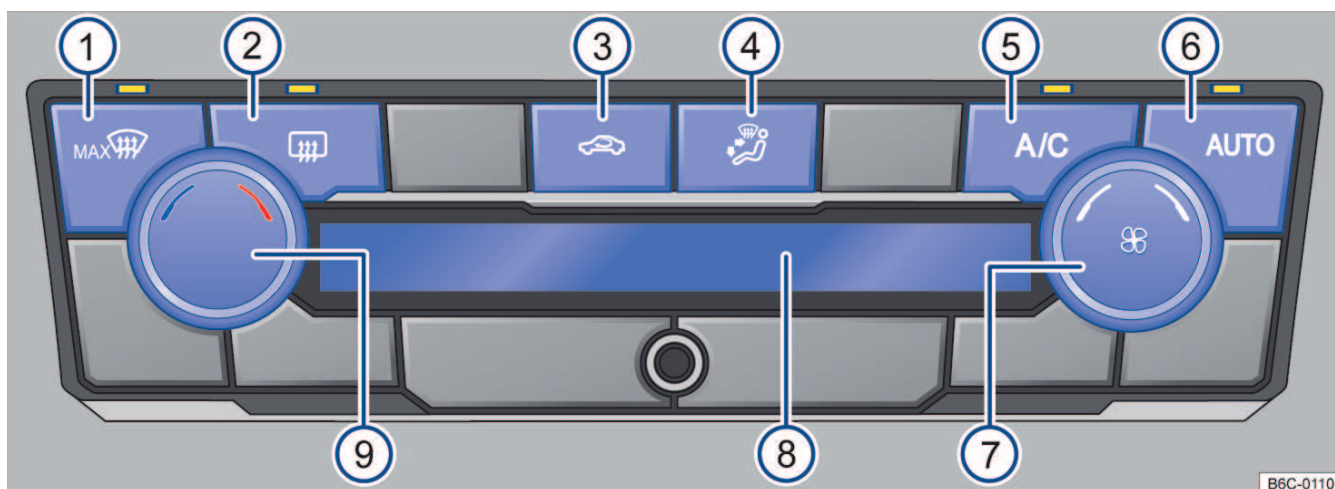

Fig. 85 Comandos do Climatronic.
- *Climatronic*: girar o regulador do ventilador para a esquerda até o batente → Fig. 85 ⑦
Com o botão  → Fig. 85 ⑥ é possível ligar e desligar o modo automático do Climatronic.
- *Climatronic*: girar o regulador rotativo esquerdo → Fig. 85 ⑨.
No display do Climatronic → Fig. 85 ⑧ é indicada a temperatura ajustada.
- *Climatronic*: girar o regulador do ventilador → Fig. 85 ⑦.
- *Climatronic*: pressionar o botão → Fig. 85 ④ para posição desejada, a distribuição selecionada será indicada no display ⑧.
- *Climatronic*: pressionar o botão  → Fig. 85 ①.